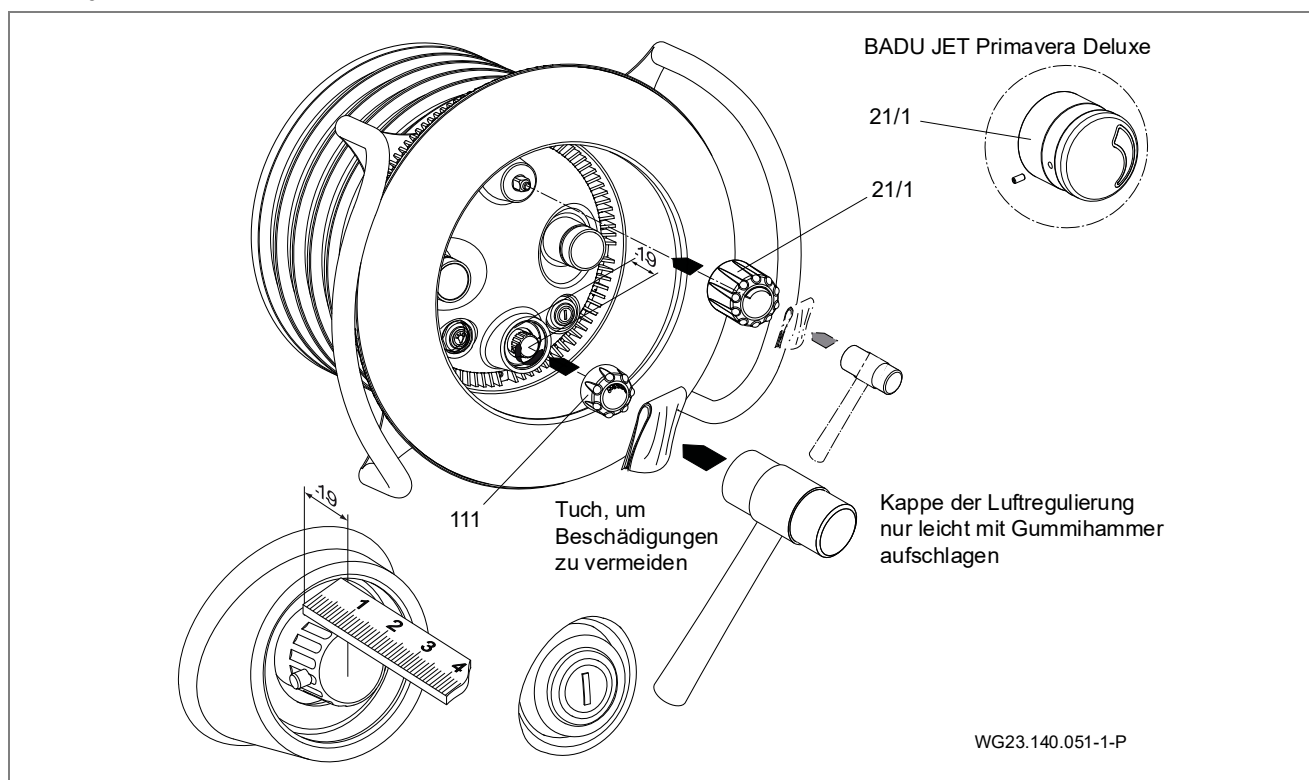

Abb. 21
12. Primavera: Kappe für Mengen- (21/1) und Luftregulierung (111) mit Hilfe eines Gummihammers und Schutztuches befestigen. (Abb. 21)